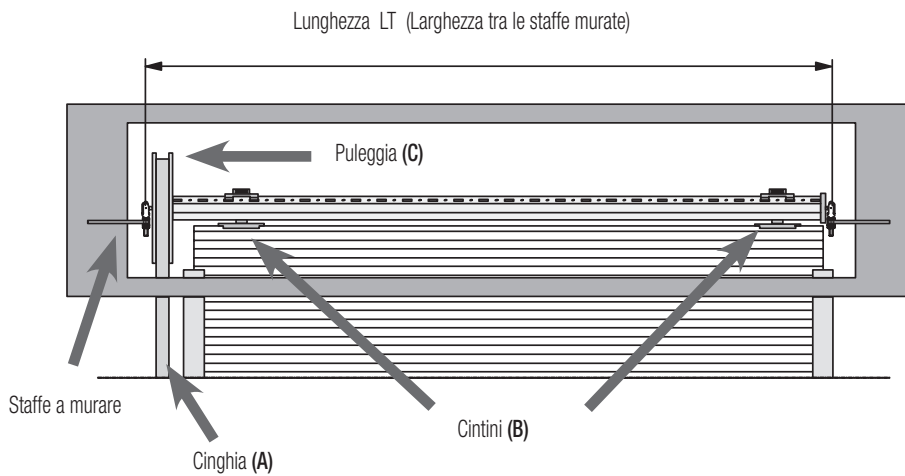

Fig. 3
2. Svincolare la cinghia (fig. 3 rif. A) dalla puleggia (fig. 3 rif. C) e sganciare i cintini (fig. 3 rif. B) dal rullo esistente.
- 1) IL KIT RULLO TELESCOPICO JACK DEVE ESSERE ASSEMBLATO IN FUNZIONE DELLA LUNGHEZZA "LT" (Fig. 3 o 5)